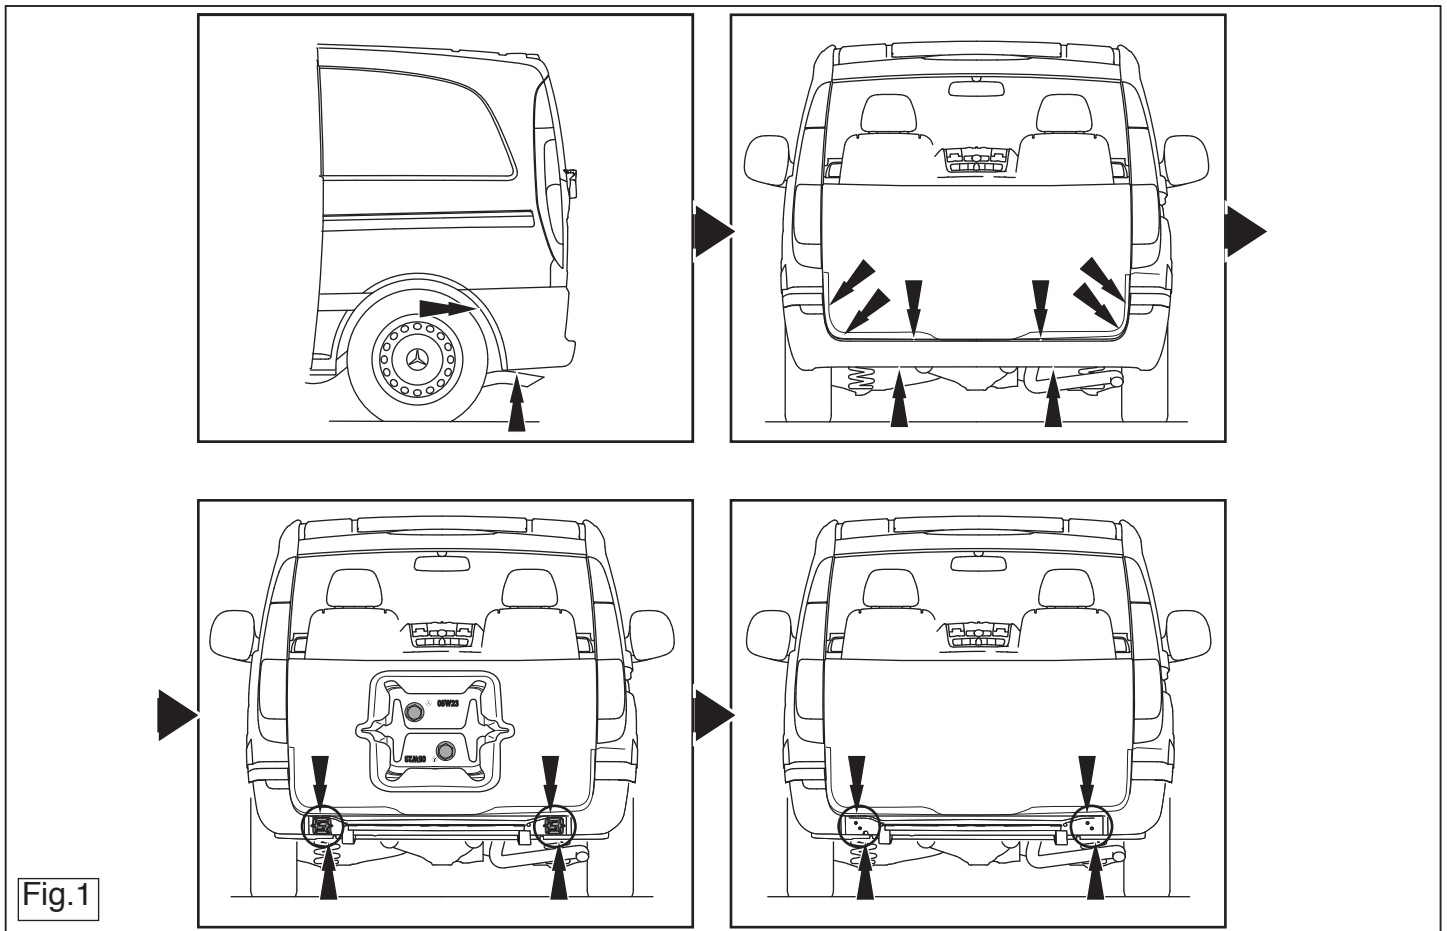

Fig.1
2. Remove the bumper (See figure 1).
4. Dismount the metal cover panels LH and RH side in the position of the frame members. These are fixed with 4 bolts. The cover panels will no longer be used (See figure 1).
2. Die Stoßstange abmontieren (Siehe Abbildung 1).
4. Die metallabdeckkappen links und rechts im Bereich des Chassisrahmes demontieren. Diese sind mit 4 Schrauben befestigt. Die Schrauben wieder anbringen. Die Abdeckkappen werden nicht mehr benötigt (Siehe Abbildung 1).
2. Démontez le pare-chocs (Voir la figure 1).
4. Démontez les panneaux de couverture métallique à gauche et à droite au niveau des longerons du châssis. Ils sont fixés avec 4 boulons. Remplacer les boulons. Les panneaux de couverture métallique ne seront pas remontés (Voir la figure 1).
2. Demonter kofangeren (Se fig. 1).